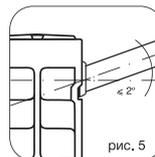

рис. 5
**! Во избежание аварии допустимое отклонение оси коллектора радиатора от подводящих труб не более 2° (рис. 5).**